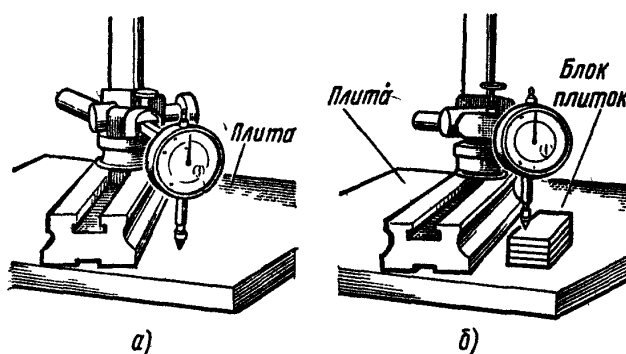

Рис. 25. Установка индикатора в нулевое положение: а – по плите, б – концевым мерам
3. Измерительный наконечник 9 со съемным шариком 10 привести в соприкосновение с поверхностью плиты (рис.25, а) или установочные меры 9 блок плиток, рис. 25, б). Стрелку установить против какого-либо деления шкалы. Дальнейшие отсчеты вести от этого показания, как от начального.